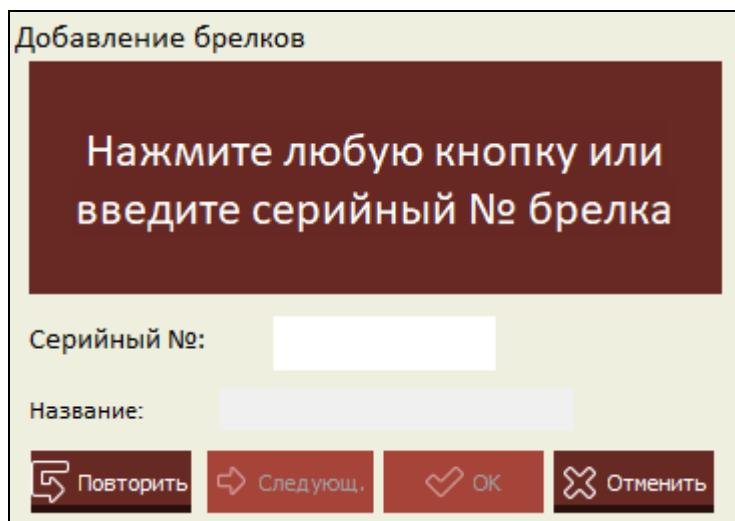

Рис. 10. Открытое окно «Добавление брелков».
- Щелкните по . Отобразится окно «Добавление брелков» (рис. 10).